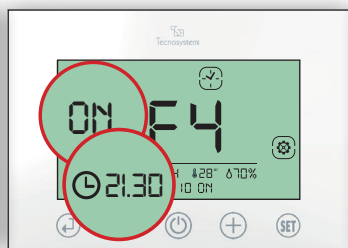

Fig.18
4.2 Impostare l'ora di accensione ON della fascia F4 (21.30) e confermare con (↵). (Fig.18)